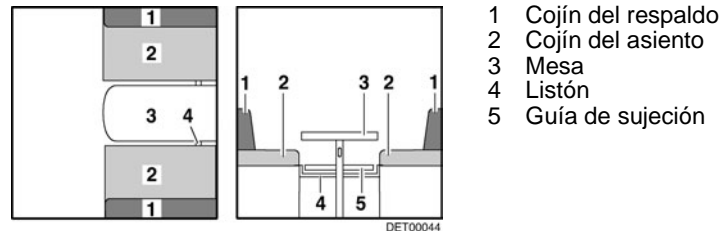

Fig. 103 Antes de la transformación
- Transformar la mesa (Fig. 103,3) en base de cama (véase apartado 7.7).
- Según el modelo, meter el listón (Fig. 103,4) o tirarlo hacia dentro. El listón tiene la posición correcta cuando soporta el tablero de mesa aprox. 15 - 20 cm detrás de la pata de mesa.